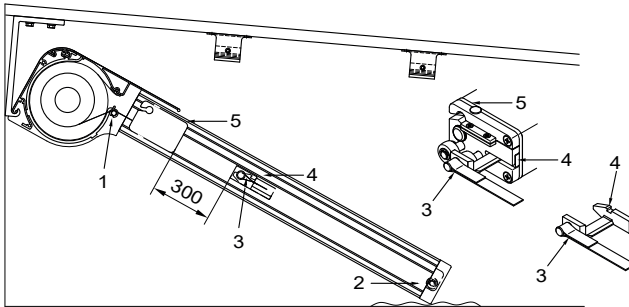

Abb. 22: Einhängen der Zugbänder
- » über die Umlenkrolle im Markisenkasten legen (1 – Abb. 22),
- » unten um die untere Umlenkrolle führen (2 – Abb. 22),
- » Dann die Schlaufen der Zugbänder (3 – Abb. 22) über die Bolzen der Bleche (4 – Abb. 22), befinden sich beim Zubehör, führen.
- » Zugbänder ziehen (ca. 300–500 mm) und das Blech (4 – Abb. 22) in die Laufwagen (5 – Abb. 22) einschieben bis dieser eingerastet ist.
- » Zum Entriegeln der Zugbänder entfernen Sie die kleinen Stopfen (5 – Abb. 22) aus den Seitenkappen, stecken Sie einen Schraubenzieher in die Öffnung der Laufwagen und drücken diesen nach unten.